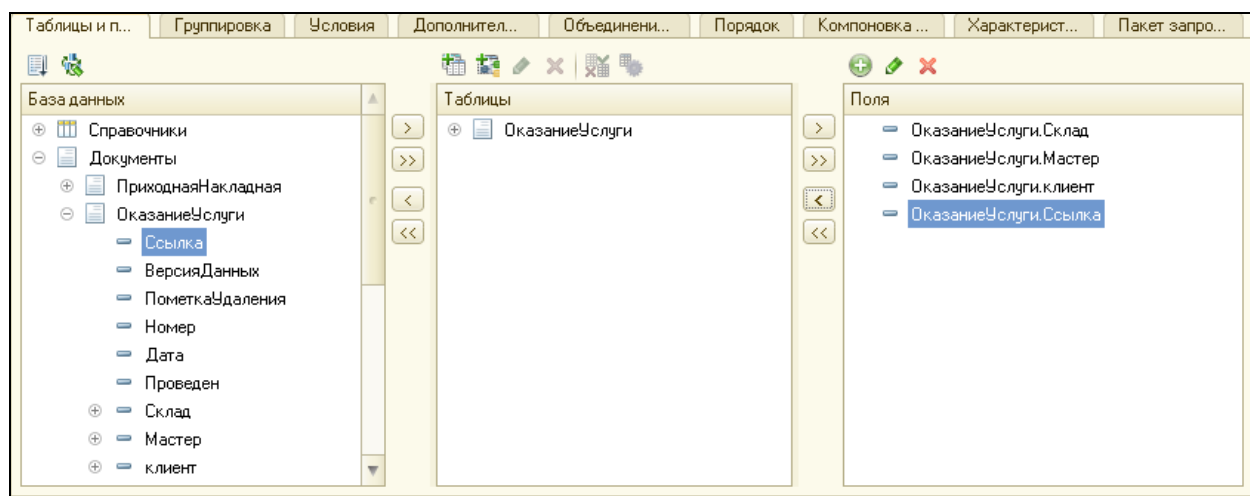

Рисунок 4.8 Выбранные поля для запроса
5. В запросе в качестве источника данных выбрать в таблицу документ **ОказаниеУслуги**. Выбрать из таблицы следующие поля: Склад, Мастер, Клиент, Ссылка. (рис.4.8).